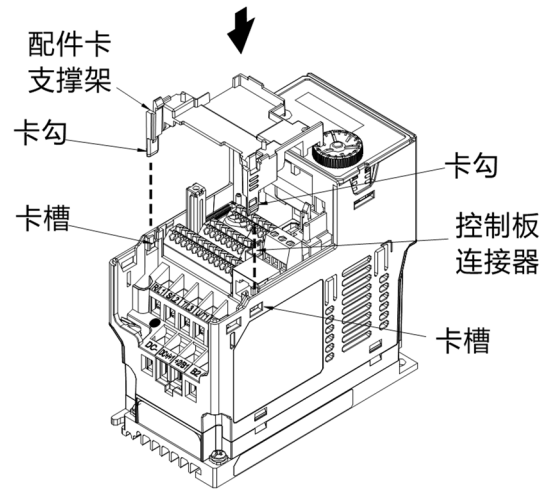

图 8-22
3. 组装配件卡支撑架：将配件卡支撑架的两个卡勾对准变频器的卡槽后下压，让两个卡勾卡入卡槽，如图 8-22 所示。